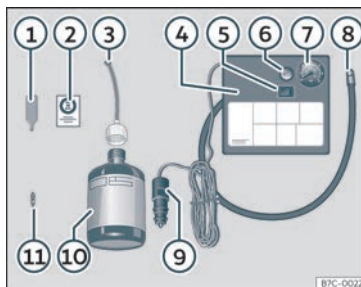

Fig. 34 Representação padrão: conteúdo do kit antifuros.
O kit antifuros está localizado na bagageira, por baixo do revestimento do piso. Inclui os seguintes componentes»» Fig. 34 :
- Desenrosque a proteção e o obus da válvula do pneu. Utilize o aparelho»» Fig. 34 ① para retirar a carga. Coloque-o numa superfície limpa.
- Agite com força a garrafa de vedante de pneus»» Fig. 34 ⑩.
- Enrosque o tubo de enchimento»» Fig. 34 ③ na garrafa de vedante. O selo da garrafa partir-se-á automaticamente. »
• Remova o tampão do tubo de enchimento >>> **Fig. 34 ③** e enrosque a extremidade aberta do tubo na válvula do pneu.
>>> **Fig. 34 ①** na válvula do pneu.
• Enrosque o tubo de enchimento do pneu do compressor >>> **Fig. 34 ⑧** na válvula do pneu.
• Verifique se o parafuso de evacuação de ar está fechado >>> **Fig. 34 ⑥**.
• Ligue o conector >>> **Fig. 34 ⑨** à tomada de corrente de 12 volts do veículo >>> Página 149.
• Ligue o compressor de ar com o interruptor ON/OFF >>> **Fig. 34 ⑤**.
• Cole o autocolante >>> **Fig. 34 ②** no painel de instrumentos, dentro do campo visual do condutor.
Volte a enrosçar o tubo de enchimento >>> **Fig. 34 ⑤** e verifique a pressão no manómetro **⑥**.